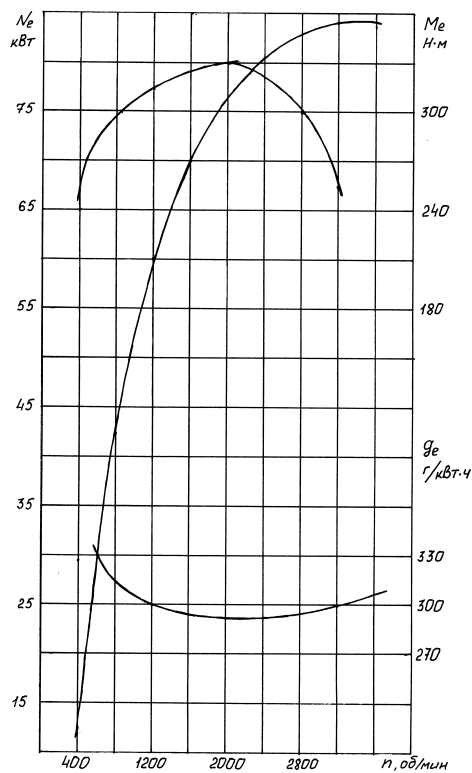

Рисунок 1. Внешняя скоростная характеристика автомобиля
1. Используя внешнюю скоростную характеристику двигателя (рис.1), определить мощность, теряемую в трансмиссии и передаваемую на колеса автомобиля, скорость его движения и частоту вращения колес. Крутящий момент на колесах равен  $3,7 \text{ кН}\cdot\text{м}$ , передаточное число коробки передач 2,29, главной передачи 6,45, КПД трансмиссии 0,83, размер шин 260-20.